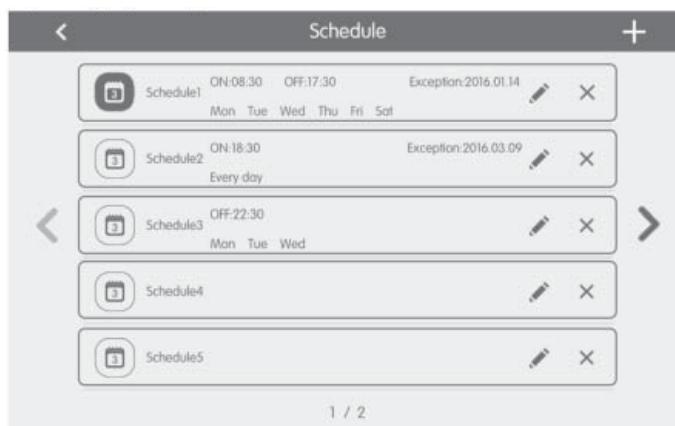

Fig. 4.2 Botones de zona de la página de inicio de la planificación
- **Botón de zona:** en las páginas de gestión de la planificación, como se muestra en la fig. 4.2 (página de inicio de la planificación), cada marco rectangular representa un botón de zona. Pulsar el botón de zona y luego aparecerán la activación/desactivación de la función correspondiente o la página correspondiente.